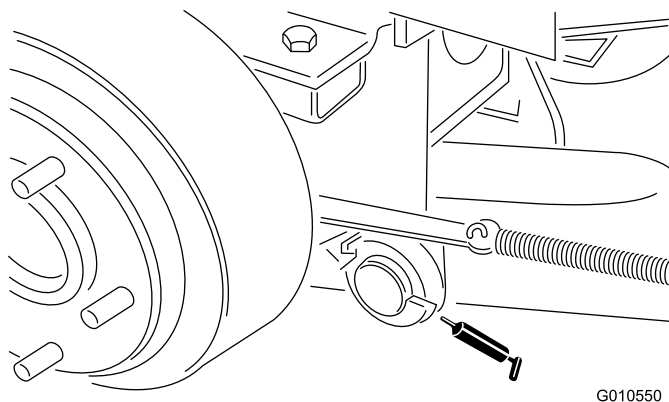

Figure 23
- Pivots de bras de relevage arrière (2) (Figure 23)